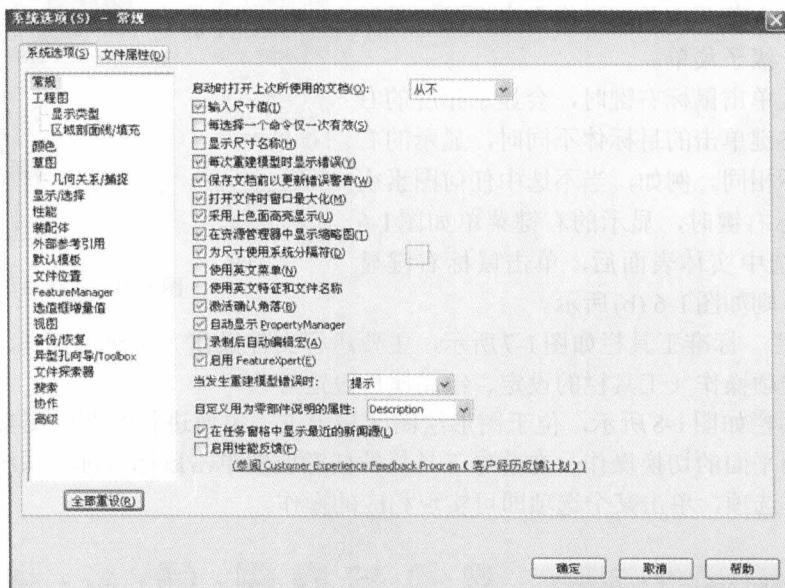
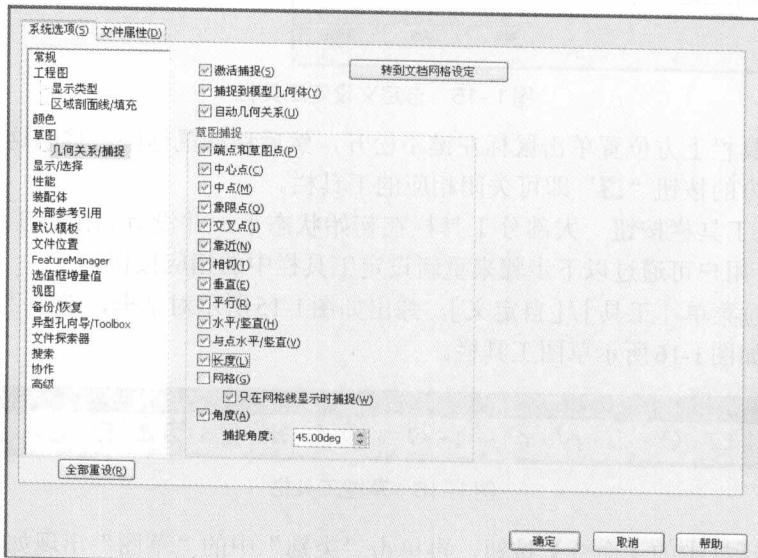

图 1-11 系统选项对话框
图 1-13 几何关系/捕捉设定对话框
(4) 系统设置
① 改变绘图区底色 在初始状态下，系统绘图区底色为蓝色渐变色，可通过以下操作步骤来改变绘图区底色。
a. 单击下拉菜单中的【工具 (T)】 / 【选项 (P)】或直接单击标准工具栏中的选项按钮“”，将弹出如图 1-11 所示的系统选项对话框。
在如图 1-11 所示系统选项对话框中单击【几何关系/捕捉】，弹出如图 1-13 所示几何